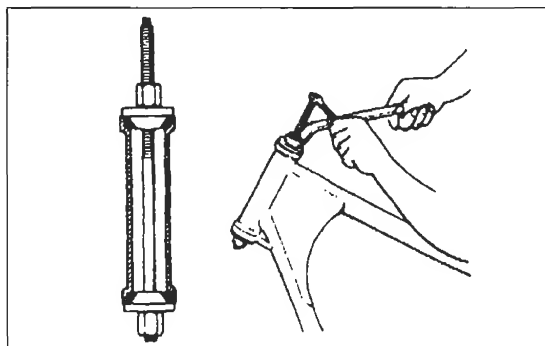

Bild 165
- Lagerschalen in Lenkkopflagersitz mit passendem Rundmaterial eintreiben. Besser mit Gewindestange und passenden Adaptern / Scheiben einziehen (Bild 165). Darauf achten, dass Lagerschalen nicht verkanten und so Lagersitze aufweiten.